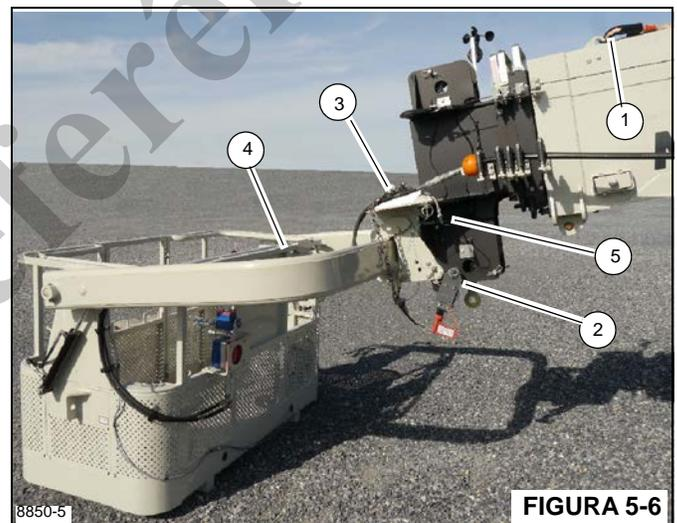

FIGURA 5-6
3. Usando o controle remoto por rádio, retraia o cabo de elevação (1) nos pinos de retração localizados na parte superior da lança. (Consulte a Figura 5-6.)